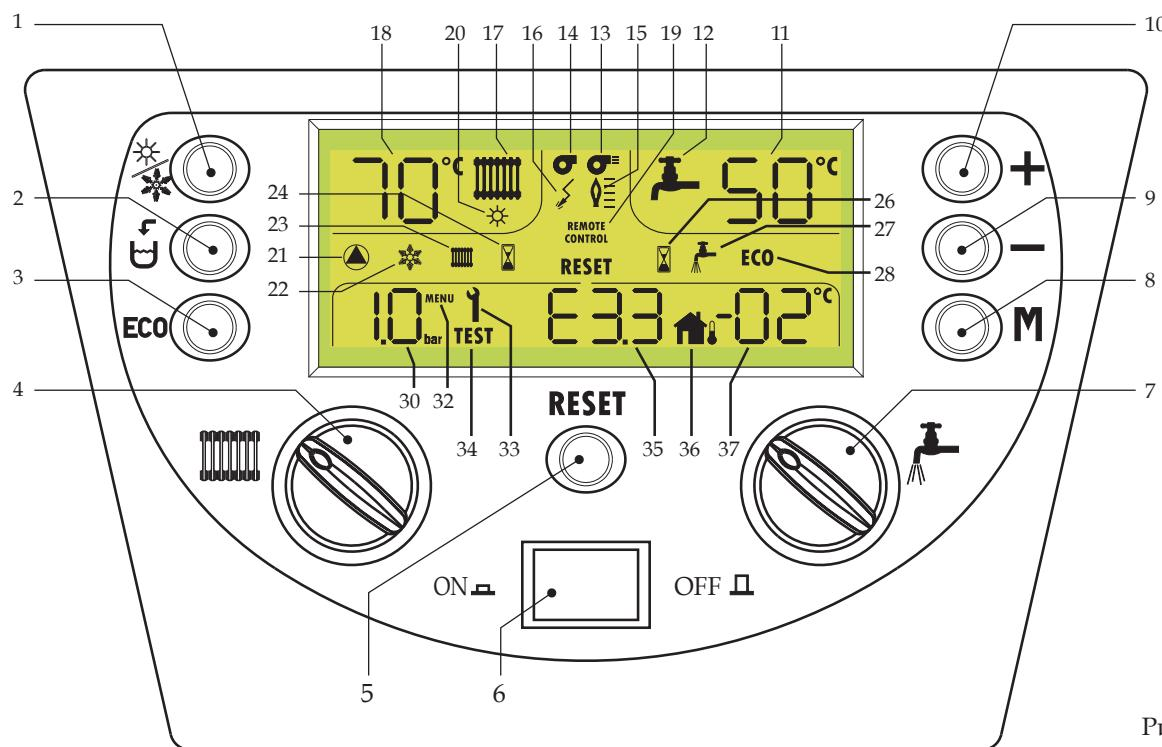

Рис. 1
Для включения/отключения режима Комфорт достаточно нажать клавишу 3 (**ECO** - 3 рис. 1). Когда включен режим Комфорт, надпись ECO исчезает с дисплея.
Для восстановления рабочего режима - нажать клавишу 5 (Сброс (Reset) - рис. 1).
- Нажать клавишу ВКЛ/ВЫКЛ (ON/OFF) (см. рис. 1)
Нажать клавишу ВКЛ/ВЫКЛ (ON/OFF) (см. рис. 1)
Для выбора одного из двух режимов достаточно нажать клавишу 1 (рис. 1).